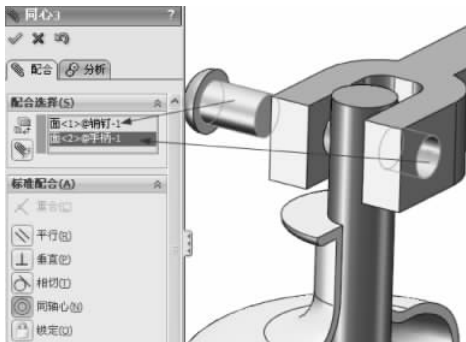

图 3-17 同轴心配合
(5) 单击【装配体】工具栏中的【配合】按钮,弹出【配合】的属性设置,选择【同轴心】配合类型,在【配合选择】选项组下的选择框中选择销钉圆柱面和手柄端部通孔,如图 3-17 所示。